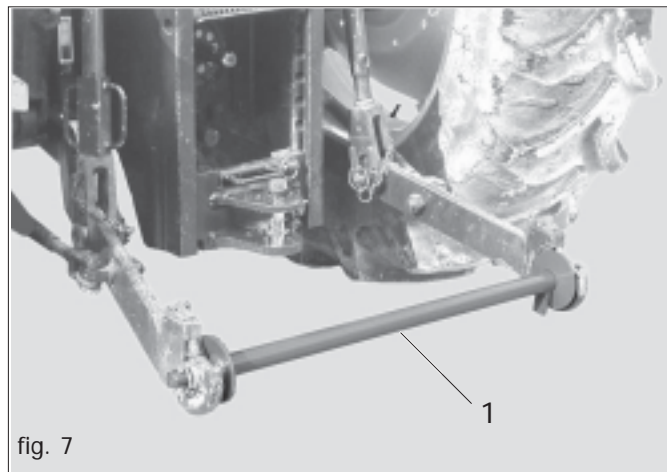

fig. 7
- 1) Atteler la barre du semoir (1 Fig. 7) au système de levage, la bloquer avec les goupilles à encliquetage.